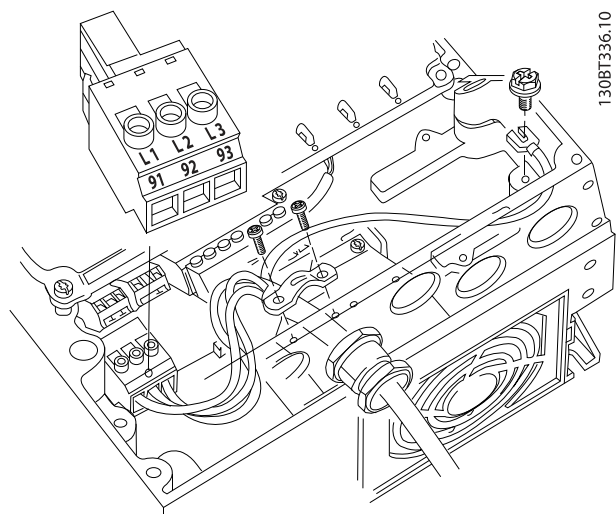

图 2.13 连接到交流主电源
- 将三相交流输入功率线路连接至端子 L1、L2、L3 (请参阅 图 2.13)。